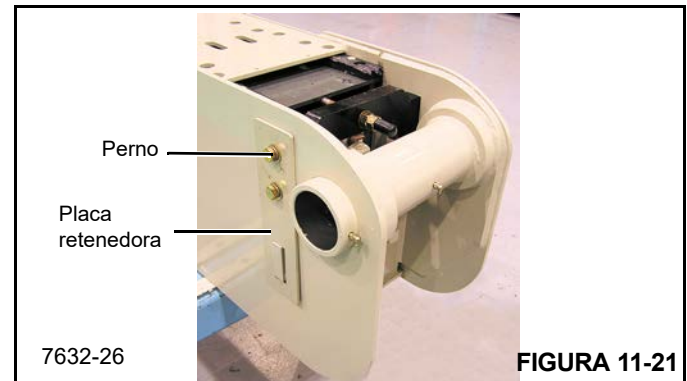

FIGURA 11-21
9. Instale las placas retenedoras y los pernos para asegurar la placa de anclaje al lado exterior de la sección de base (Figura 11-21).